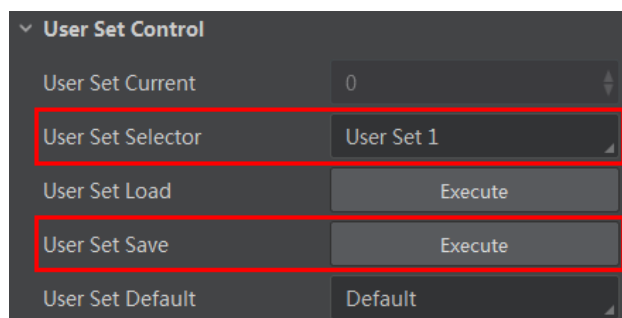

图7-9 保存参数设置
- 保存参数：修改参数后，通过 *User Set Selector* 参数下拉选择其中 1 套 *User Set* 参数，单击 *User Set Save* 处的 “Execute”，即可将参数保存到用户参数中，如图 7-9 所示。